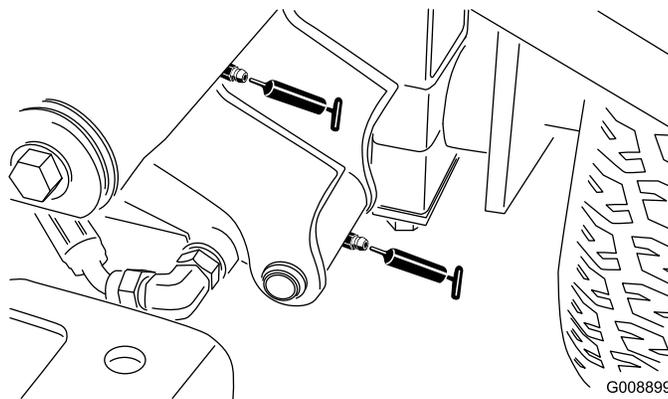

Figura 37
- 2 articulações dos braços de elevação dianteiros esquerdos e cilindro de elevação (**Figura 37**)